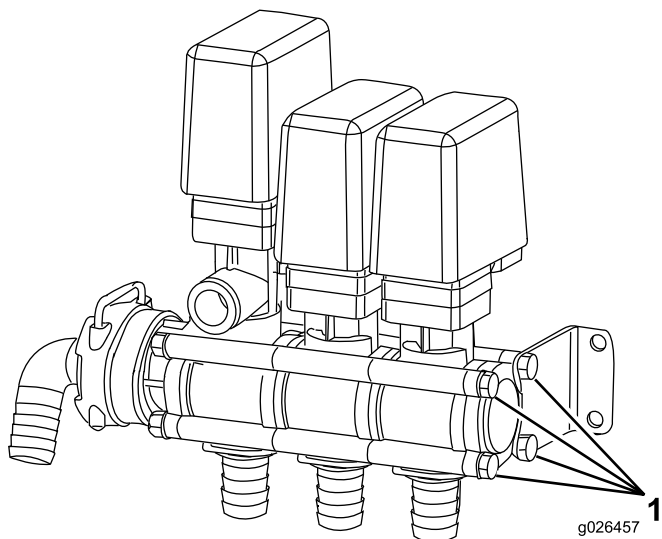

Bild 3
- Nehmen Sie die Schrauben vorsichtig ab und bauen Sie das Ventil auseinander (Bild 3).